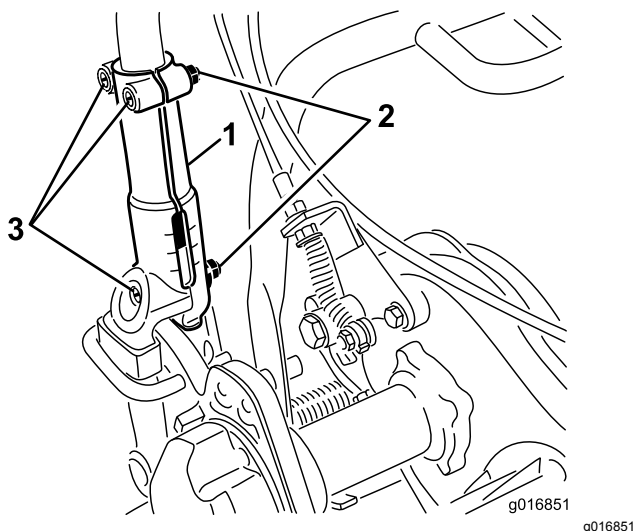

Figure 29
1. Desserrez les 3 boulons de carrosserie et écrous qui fixent chaque côté du guidon dans les manchons de serrage (Figure 29).